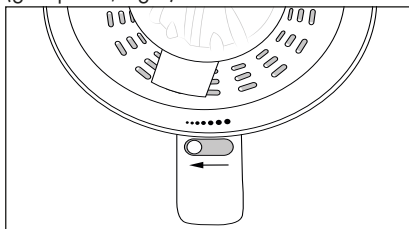
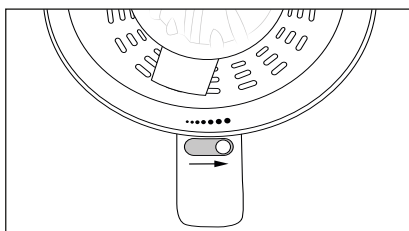

Fig. 2
Fig. 3
- ◆ À l'aide du sélecteur **6**, réglez la teneur en pulpe du jus de fin (petits points, Fig.2) à gros (gros points, Fig.3).